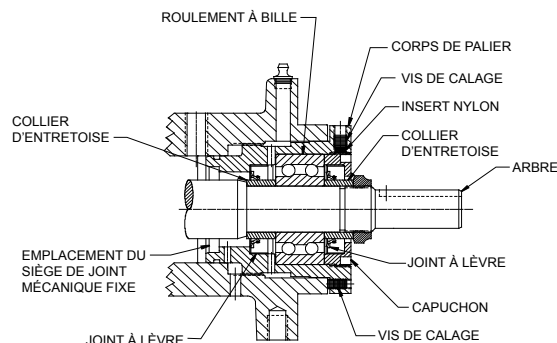

FIGURE 4
4. Desserrer les deux vis de calage sur la face du corps de palier et dévisser le corps de palier du support. Le bout du corps de palier contient le siège du joint mécanique. Éviter d'endommager cette surface. Voir **FIGURE 4**.
Voir le montage du corps de palier à la **FIGURE 4**.
6. Poser le joint à lèvres dans le corps de palier. Voir l'orientation de la lèvre à la **FIGURE 4**.
8. Poser le joint à lèvres dans le capuchon. Voir l'orientation de la lèvre à la **FIGURE 4**. Visser le capuchon dans le corps de palier ainsi que le collier d'entretoise de roulement extérieur. Serrer le capuchon. Bloquer le capuchon en place avec deux vis de calage radiales dans la bride du corps de palier.
Voir FIGURE 4 à la page 3.